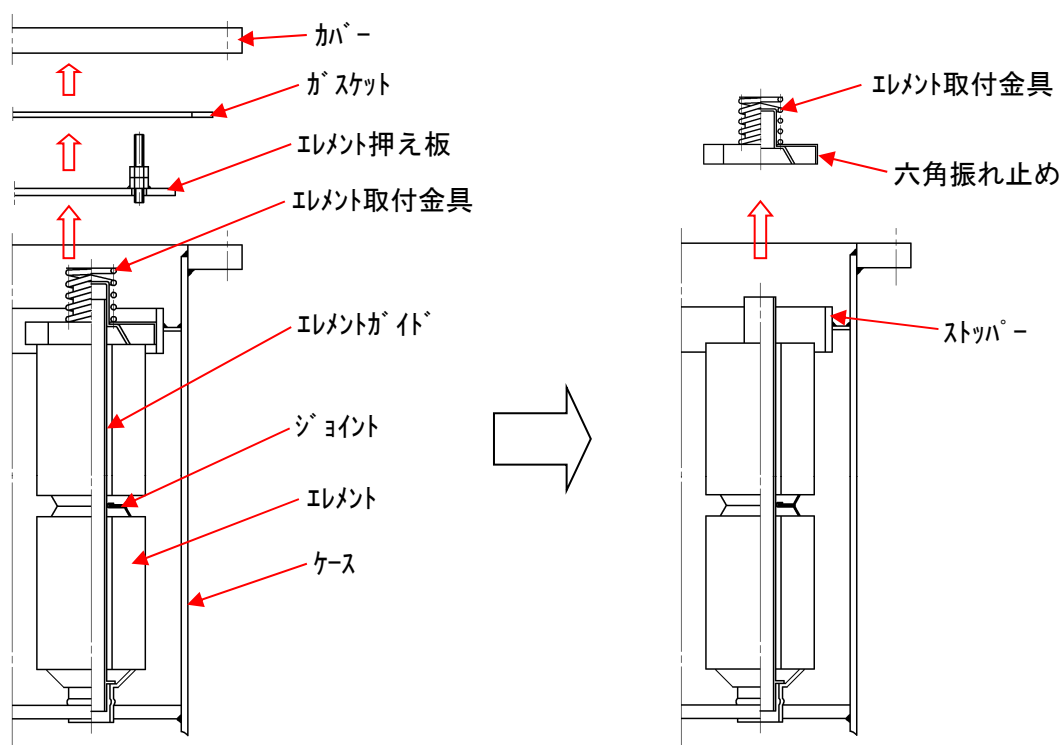
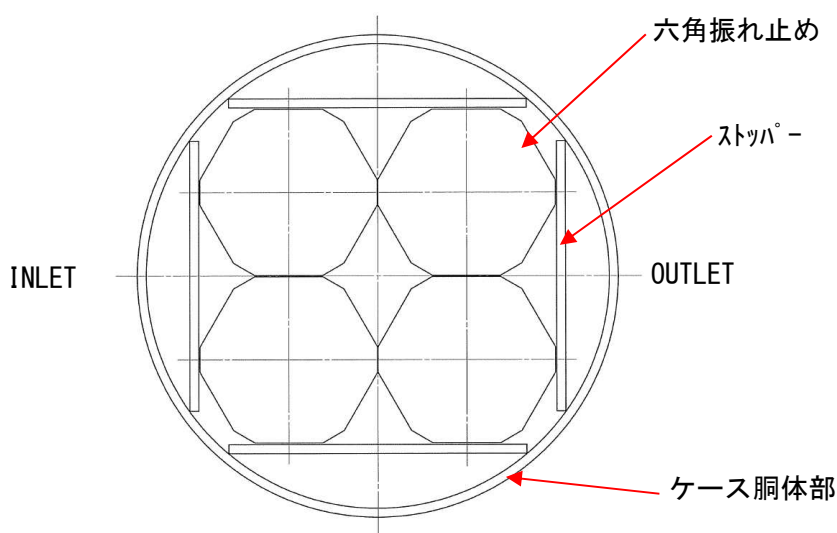

図4 カバーの取外し
図6 六角振れ止めの配置方法例（エレメント配置数4の場合）
### 【1】カバーの取外し（図4参照）
- ① 5.【2】項「エレメントの取外し」の逆の手順で組付けてください。
- ② エレメント取付金具をセットする際には、六角振れ止めをケースのストッパーの内側に図4及び図6のように配置してください。